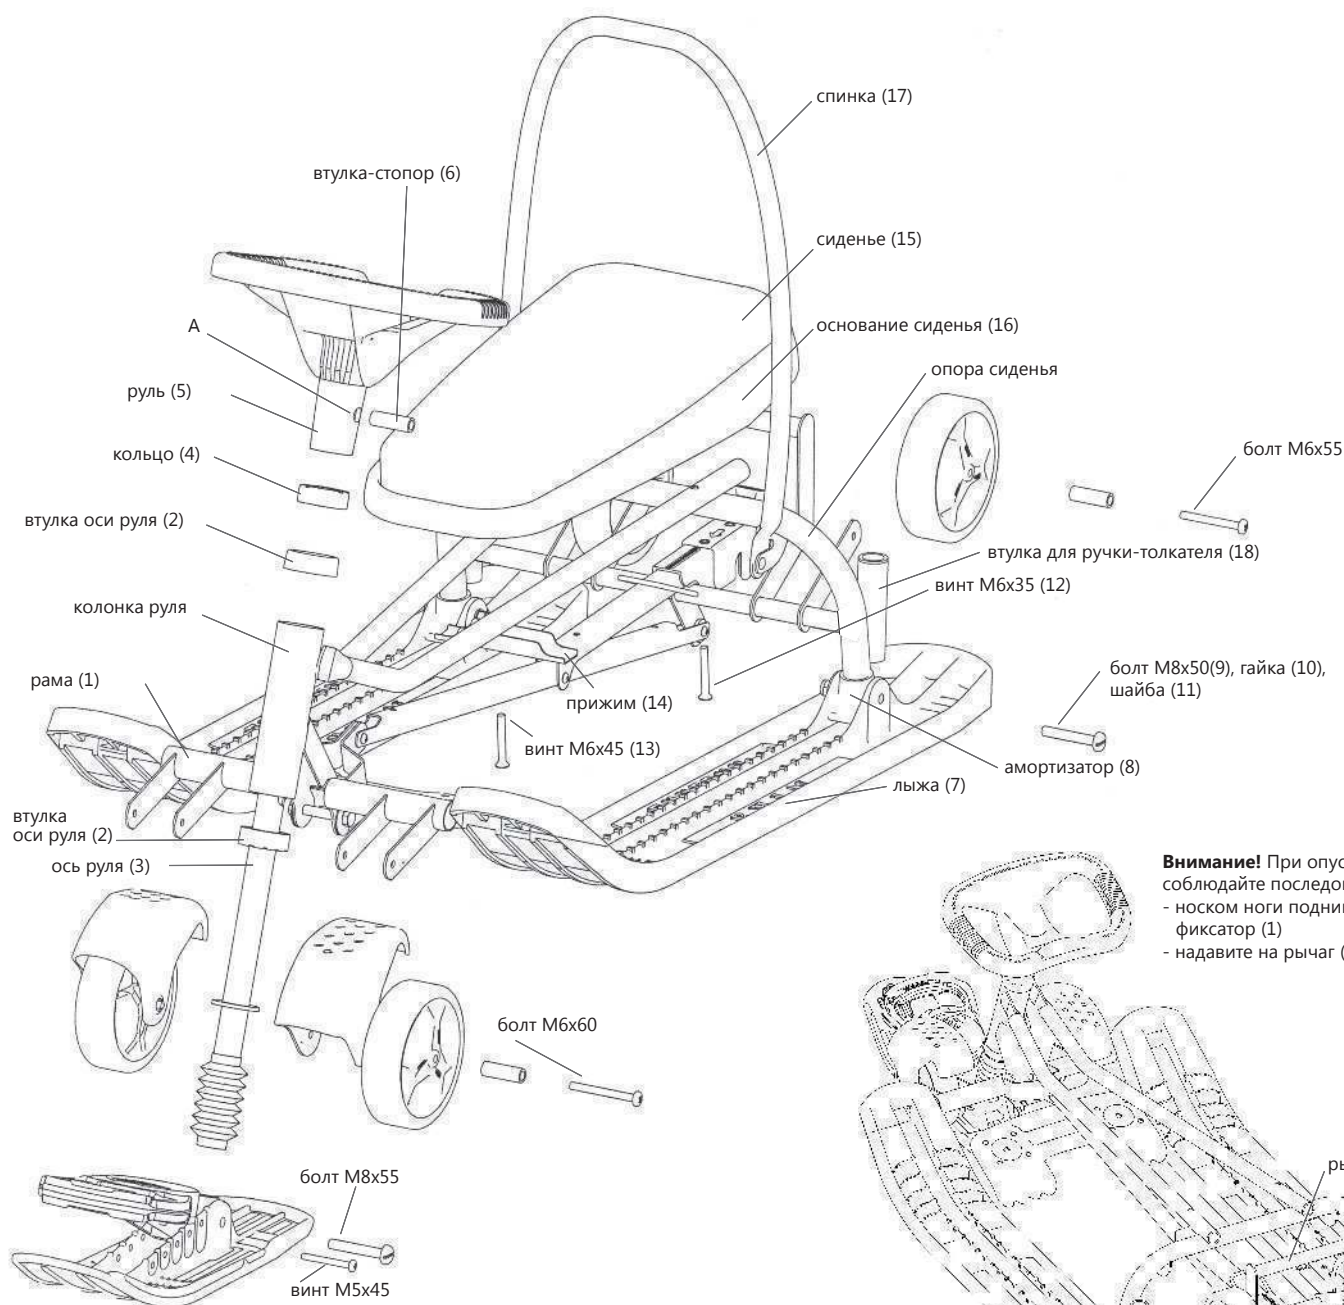

рис. 1 Сборка снегоката арт. ТС6
Для приведения снегоката в рабочее состояние необходимо провести сборочные операции в соответствии с прилагаемой схемой (рис. 1). Для сборки применяются гаечный ключ на 13 и отвёртка.
- установите с обеих сторон колонки руля втулки оси руля (2) (рис. 1);
- вставьте ось руля (3) в колонку руля
- закрепите предварительно кольцо (4) на руле (5) выше крепёжного отверстия (А);
- установите руль (5) на ось руля (3), совмещая отверстия (А), установите втулку-стопор (6), перемещая кольцо (4) закройте втулку-стопор (6);
- соблюдая право/лево вставьте лыжи (7) на металлические полозья рамы (1), установите амортизаторы (8) на опору сиденья рамы (1).
- закрепите лыжи (7) через амортизатор (8) болтом (9) с гайкой (10) и шайбой (11);
- при помощи 2-х винтов M6x35 (12) и винта M6x45 (13) с прижимом (14) закрепите сиденье (15) с основанием (16) на раме. Рекомендуется «наживить» винты рукой, затянуть до упора отвёрткой (не применять электроинструменты);
- на спинку (17) наденьте чехол;
- при необходимости, вставьте ручку-толкатель во втулки на раме (18).